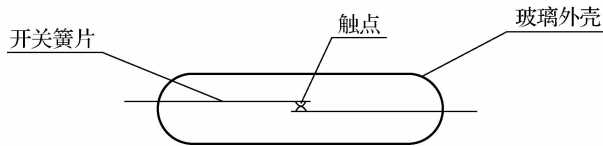

图 1-5 干簧管继电器的结构
(1) 磁控开关。磁控开关由一个条形永久磁铁和带一个常开触点的干簧管继电器组成,干簧管继电器的结构如图 1-5 所示。当条形磁铁和干簧管继电器平行放置时,干簧管两端的金属片被磁化而吸合在一起而接通电路;当条形磁铁与干簧管继电器分开时,干簧管触点在自身弹力的作用下自动打开而断开电路。